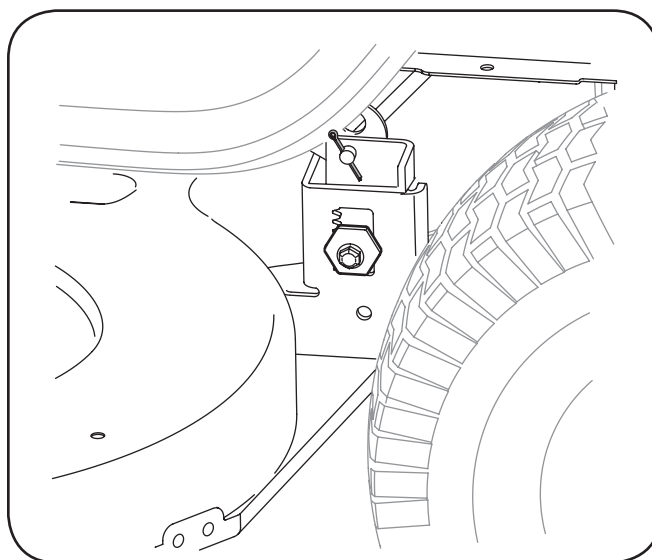

Figura 7-3
5. **El 38" & 42" Cubiertas:** En cuanto a la plataforma de corte desde el lado izquierdo del tractor, busque el pasador que sujeta la vara de apoyo de cubierta en la parte trasera izquierda de la cubierta. Véase la Figura 7-3. Quite la chaveta que sujeta la vara de apoyo de cubierta, y retirar con cuidado el apoyo de la cubierta de los brazos de elevación de la cubierta.